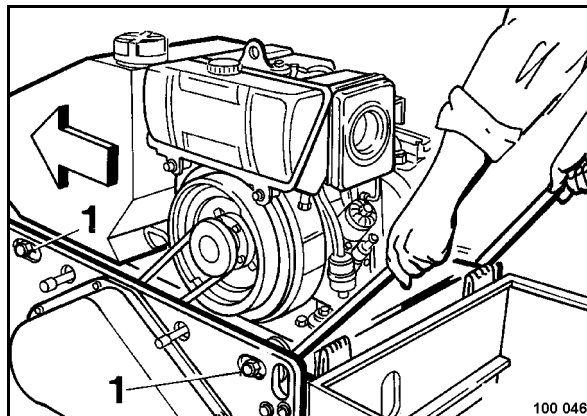

Рис. 72
- Ослабить все четыре крепежных винта 1 (Рис. 72) на раме.